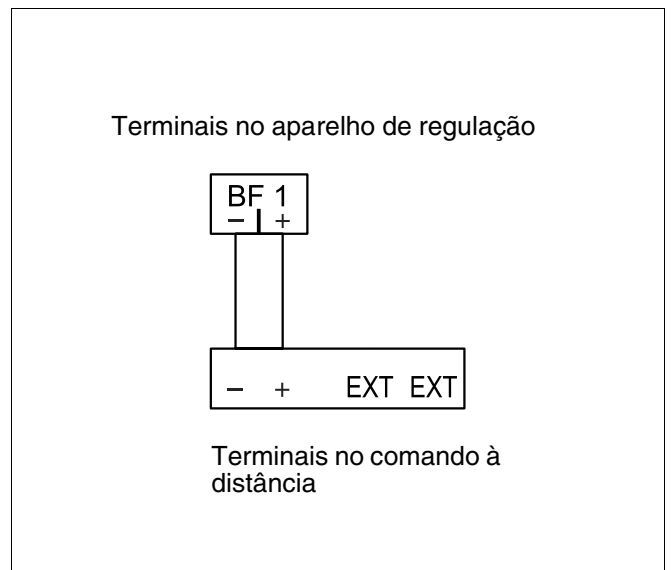

Fig. 4 Estabelecer a ligação eléctrica
- Fixe os cabos na régua de ligação de terminais "+" e "-" (Fig. 4).